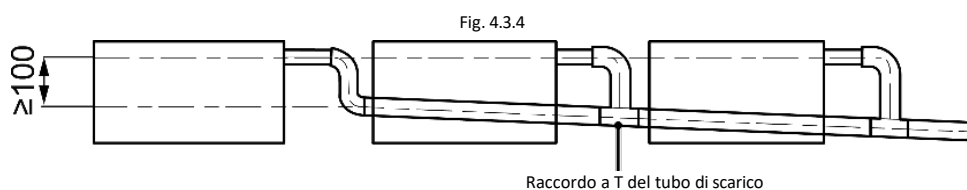

Fig. 4.3.4
- 4 Quando si collegano più tubi di scarico, seguire le istruzioni riportate nella Fig. 4.3.4. La pendenza dei tubi di scarico deve essere di almeno l'1% ~ 2%. Scegliere un tubo collettore di scarico adeguato alla capacità dell'unità.